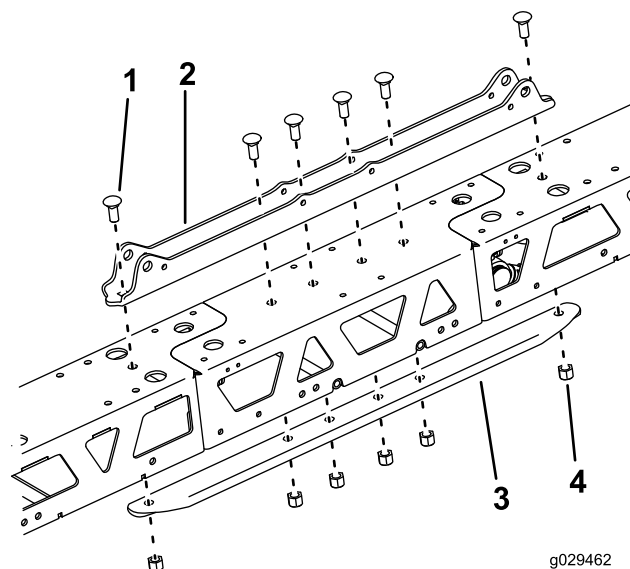

Figura 11
3. Instale la placa de montaje y el refuerzo del perfil con 4 pernos de cuello cuadrado, 4 contratuercas, los 2 pernos de cuello cuadrado que se retiraron anteriormente, y las 2 contratuercas que se retiraron anteriormente (Figura 11).